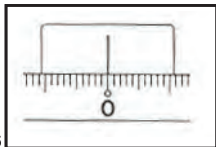

Рис.16
- 2) Наведитесь на точку А и вращайте лимб „9” до совмещения индекса с отсчетом 0° . (Рис.16)